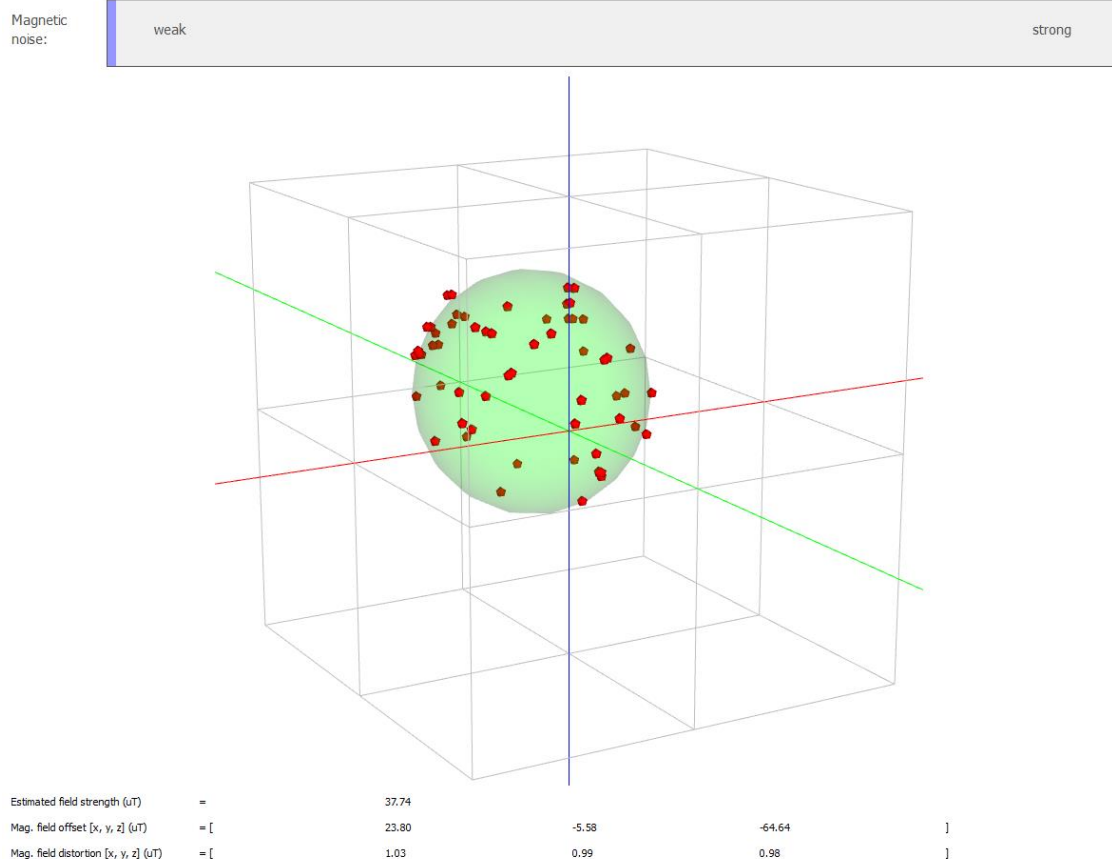

图 4 – 成功的磁力计标定如图所示，绿色椭球的大小应该与磁场图的红点相对较近。
1. 椭球拟合（Ellipsoid fit）：参数是通过创建一个环境场的地图来计算的，然后通过点数据来拟合一个椭球。将传感器绕其轴旋转后的点云应该与图 4 相似。